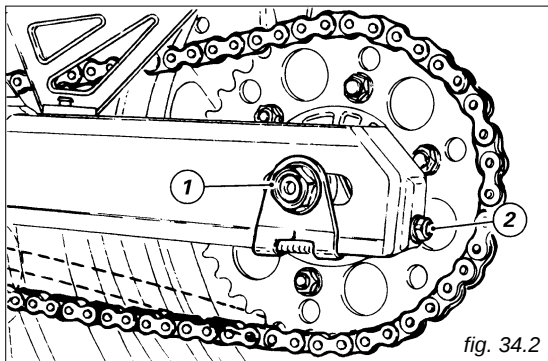

fig. 34.2
Pour régler la tension, desserrez l'écrou (1, fig. 34.2) de l'axe de roue, serrez les vis (2) du même nombre de tours et dans le sens des aiguilles d'une montre, de part et d'autre du bras oscillant, pour accroître la tension et desserrez-les pour la réduire. Dans ce dernier cas il faut pousser la roue en avant.